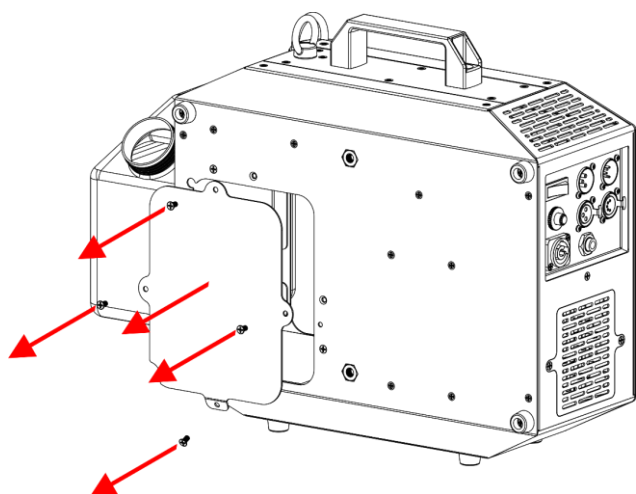

Fig. 14
- 09) Retirez les 4 vis de la plaque métallique du réservoir à l'arrière de l'appareil, et retirez la plaque métallique du réservoir, comme indiqué sur la Fig. 14.